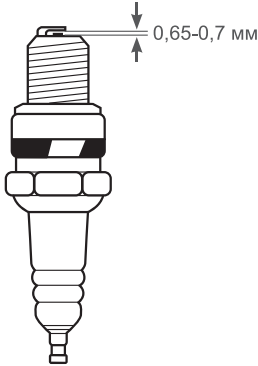

Рис. 29 Проверка свечи зажигания
4. Измерьте специальным щупом зазор между электродами каждой свечи зажигания. При увеличении или уменьшении требуемого зазора рекомендуется заменить свечу, так как регулировка зазора может привести к изменению качества искрообразования (Рис. 29).